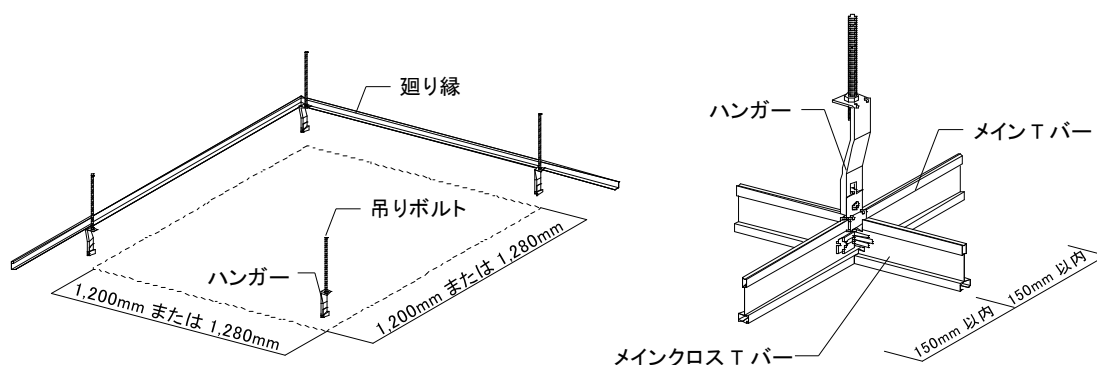

図2-4-1 Tバーの取付け①(直吊りハンガー設置)
①ハンガーは、メインクロスTバーとのジョイント位置付近(Tバー交点から 150 mm以内)で設置すること。(図 2-4-1 参照)